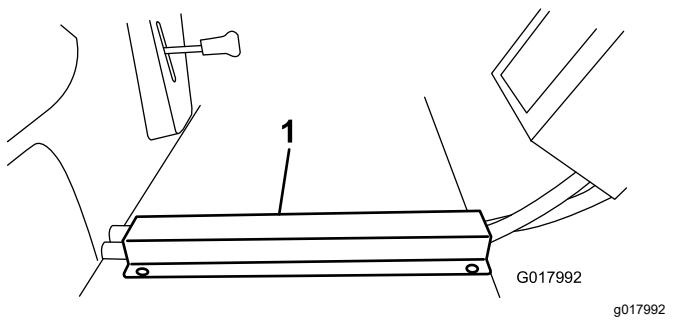

Figure 36
- Placez le profilé à flexibles sur les flexibles du plancher et alignez le bord avant sur le bord avant du plancher. Repérez et percez des trous dans le plancher et placez-y les vis autotaraudeuses (Figure 36).